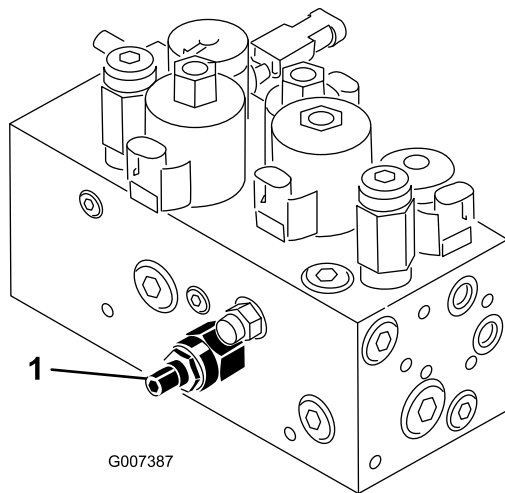

Figura 59
Il circuito di sollevamento/abbassamento degli apparati di taglio della macchina è dotato di una valvola di regolazione del flusso (Figura 59). Questa valvola viene preregolata in fabbrica con un'apertura di 3 giri circa, ma è talvolta necessario regolarla per compensare i dislivelli delle temperature dell'olio idraulico, delle velocità di tosatura, ecc. Se necessario, regolate come segue:
1. Alzate il sedile e individuate la valvola di regolazione del flusso per il telaio di trazione centrale (Figura 59), situata accanto al collettore idraulico.